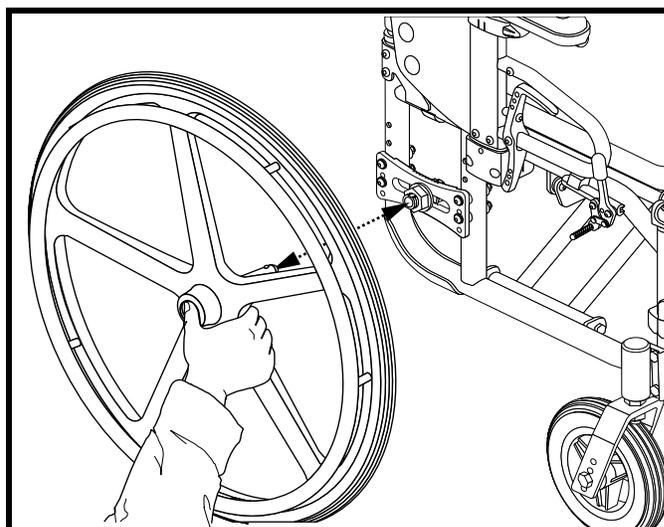
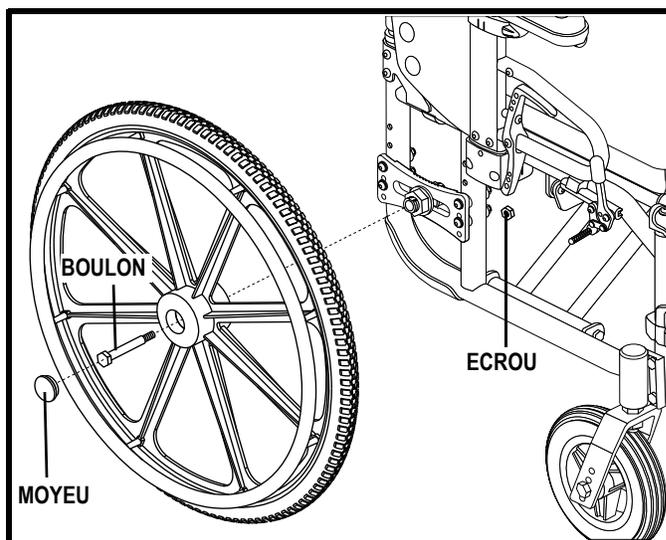

Figure 14. Bouton de détente rapide de la roue
Figure 15. Roue motrice boulonnée
1. Retirer la roue. Si votre fauteuil roulant est équipé d'essieux à dégagement rapide, appuyer sur le bouton de dégagement rapide et retirer la roue arrière. **Voir la figure 14.** Si votre fauteuil roulant est équipé de roues arrière boulonnées, retirer d'abord l'enjoliveur puis retirer ensuite l'écrou et le boulon. **Voir la figure 15.** Retirer la roue du fauteuil roulant.
1. Enlevez la roue sur un côté. **Voir la figure 14.**